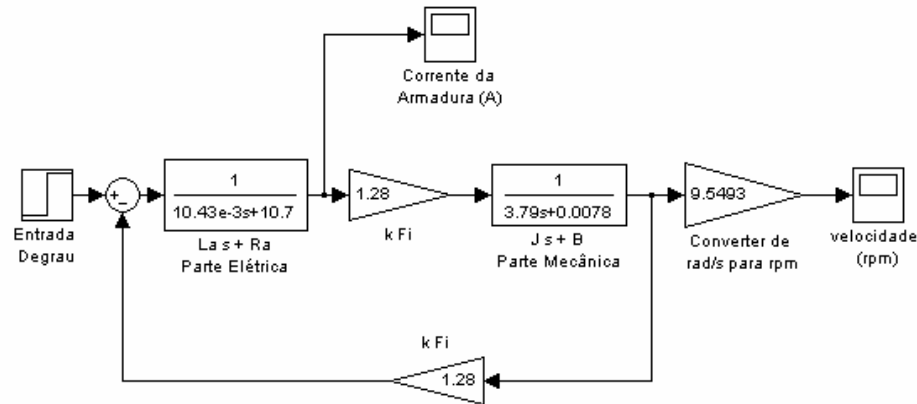

Figura 6 – Diagrama em blocos com inclusão do resistor de partida de 8,3 Ω.
- 13) Inclua no modelo matemático do motor a resistência de partida e então trace $I_a \times t$ e $\omega \times t$. A figura 6 ilustra o diagrama de simulação correspondente à esta situação.